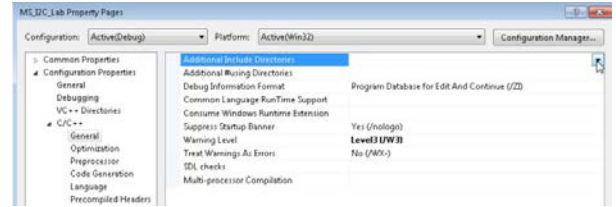
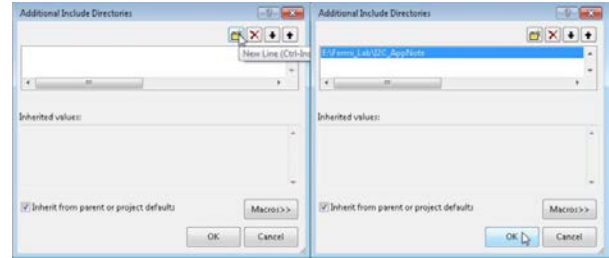

图23. 搜索示例代码
图24. 选择包括Visual Studio示例代码的文件夹
5. 在C/C++下选择包含示例代码的文件夹。点击Additional Include Directories。参考图23和图24。